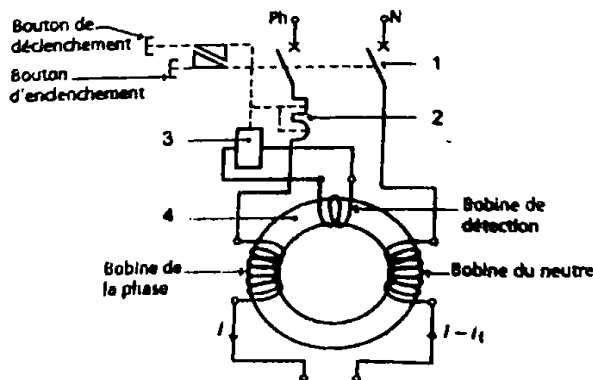

Figure 2
2. Le logement annexe est protégé par un appareil dont le schéma détaillé est représenté la figure 2 :
- a. Nommer l'appareil de la figure 2 0.5pt